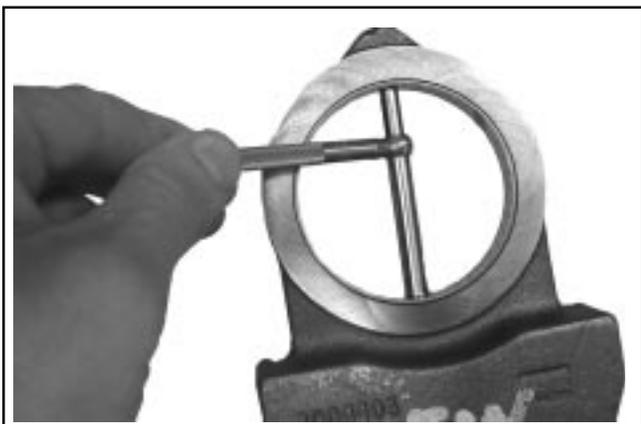

Figure 9-4. Mesure de la surface de support de la masselotte.
1. Utiliser un micromètre d'intérieur, un calibre télescopique ou un calibre spécial et mesurer le diamètre intérieur de la surface de support de la masselotte. Mesurer deux fois sur chaque masselotte à un angle de 90°. Voir la Figure 9-4.